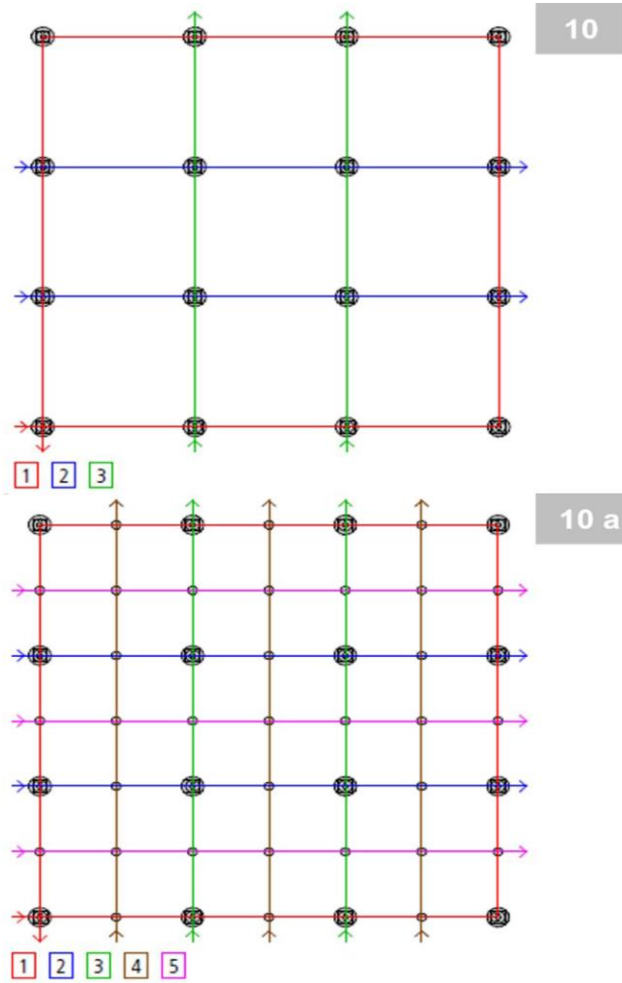

Abbildung 10, 10a: Verarbeitungsschritte StoFix Iso-Bar ECO
- Gitterförmige Seilführung, siehe Abbildung 10 bis 10 c